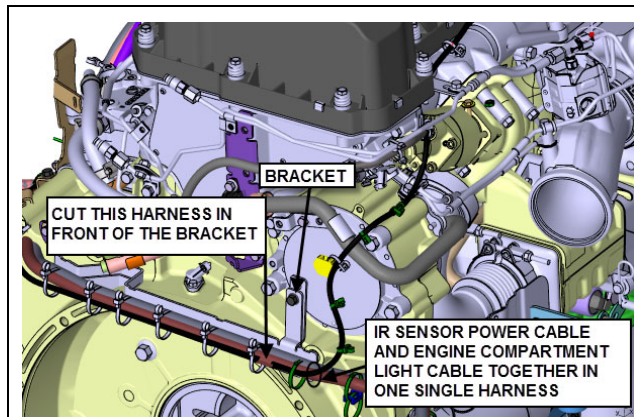

FIGURE 21: COUPER LE CÂBLAGE PRÈS DU SUPPORT (BRACKET)
- 1) Le câblage de la lumière du compartiment et celui du capteur optique se rejoignent ensemble en un seul câblage. Localiser ce câblage et couper le près du support (bracket) identifié à la FIGURE 21. Jeter la section du câblage qui se rend jusque près du turbocompresseur.